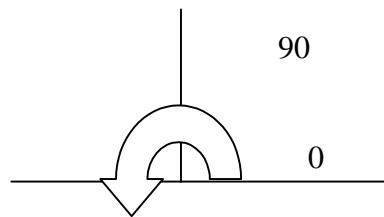

Fig. 1.7
**Lucrul cu precizie în AutoCAD** implică accesarea unor puncte speciale din desen: capete de linie, vertexuri, puncte singulare, puncte de intersecție și tangență. Evident că, de cele mai multe ori, utilizatorul nu va putea identifica și fixa aceste puncte. Modul de lucru OBJECT SNAP (OSNAP – salt la obiect) permite aceste salturi în puncte cheie (fig. 1.7). Acronimele prezentate în tabelul 1 din ANEXĂ funcționează ca și cuvinte cheie pentru aceste salturi.